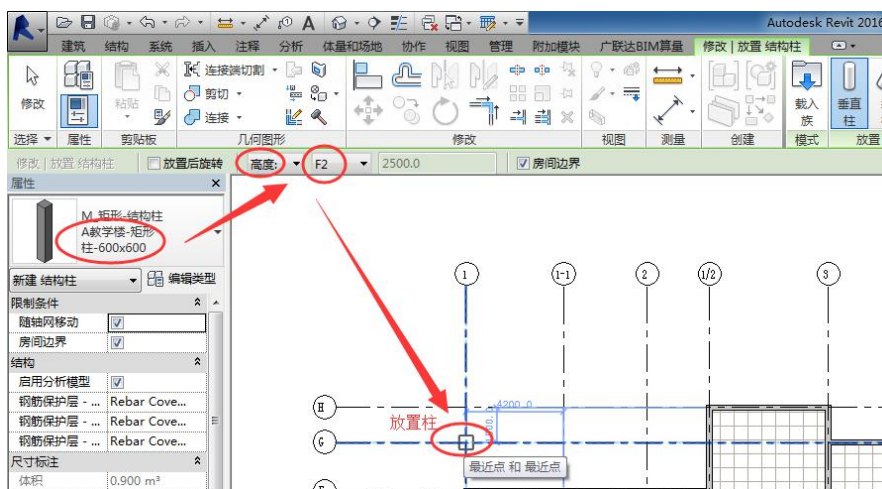
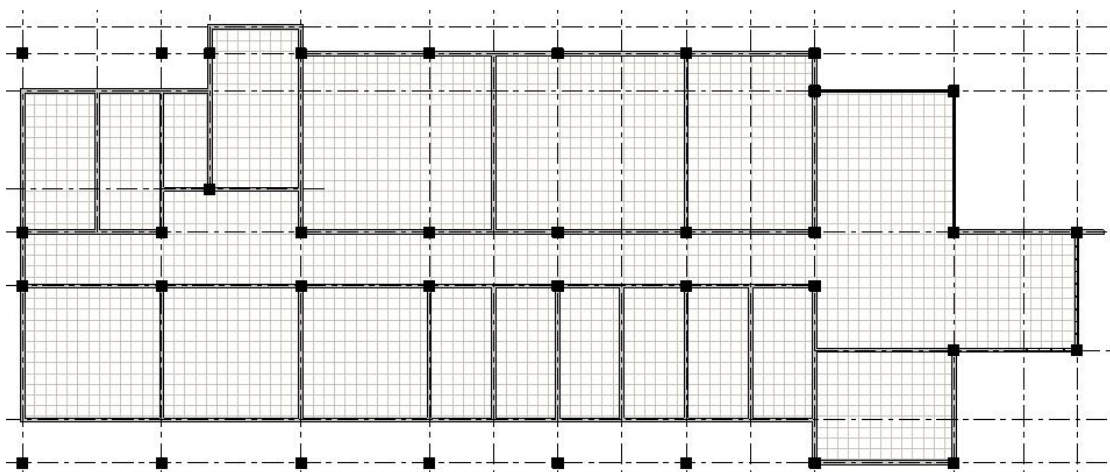

图 5-2 创建柱子
图 5-3 轴网交点放置柱
- 点击“结构”选项卡“结构”面板下的“结构柱”。在属性面板“类型选择器”选择“A 教学楼-矩形柱-600x600”，选项栏选择“高度”、F2（图 5-2），点击轴网交点放置柱（图 5-3）